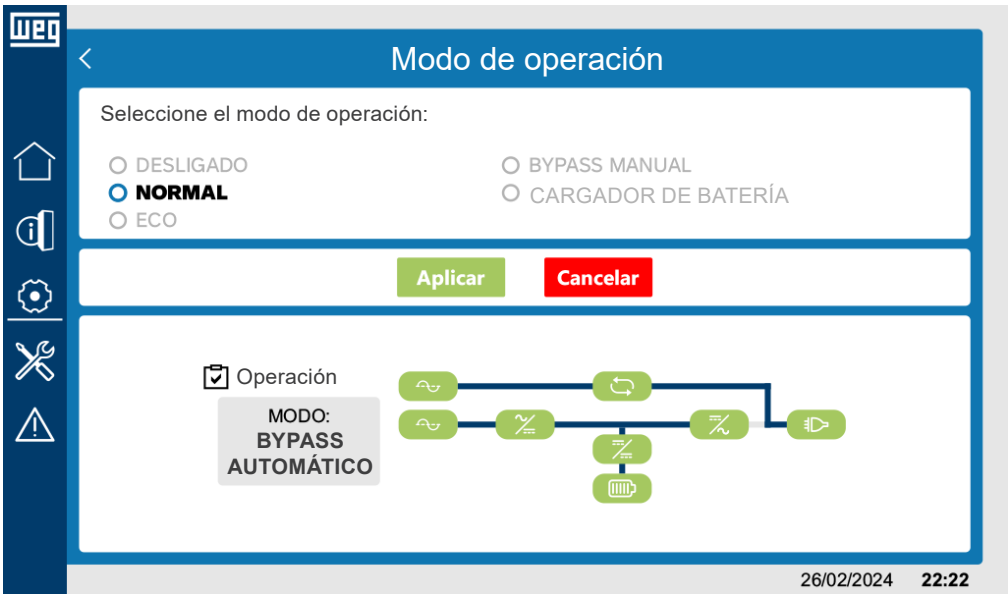

Figura 6.30: Sinóptico en el modo de operación normal siendo alimentado por el bypass (modo bypass automático)
- Modo ECO: Figura 6.30 en la pagina 6-22.